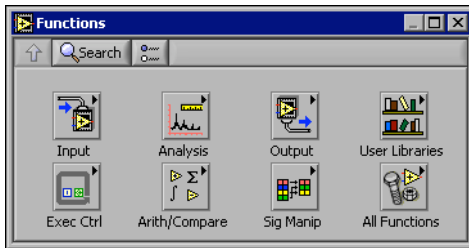

Figura 1-6. Paleta Functions
3. Si la paleta **Functions**, que se muestra en la Figura 1-6, no es visible, seleccione **Window»Show Functions Palette** para desplegarla.